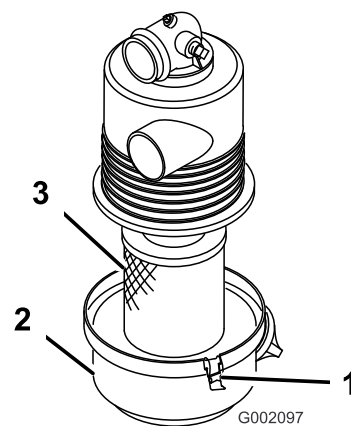

Figure 12
1. Vérifiez si le boîtier du filtre à air présente des dommages susceptibles d'occasionner des fuites d'air. Le couvercle doit être parfaitement ajusté sur le boîtier du filtre à air (Figure 12).
2. Desserrez les dispositifs de verrouillage qui fixent le couvercle sur le boîtier du filtre à air (Figure 12).
3. Séparez le couvercle du boîtier du filtre à air et nettoyez l'intérieur du couvercle (Figure 12).
3. Insérez l'élément filtrant dans le boîtier du filtre à air (Figure 12).
4. Alignez le couvercle du filtre à air sur le boîtier du filtre à air (Figure 12).
5. Fixez le couvercle au boîtier avec les dispositifs de verrouillage (Figure 12).